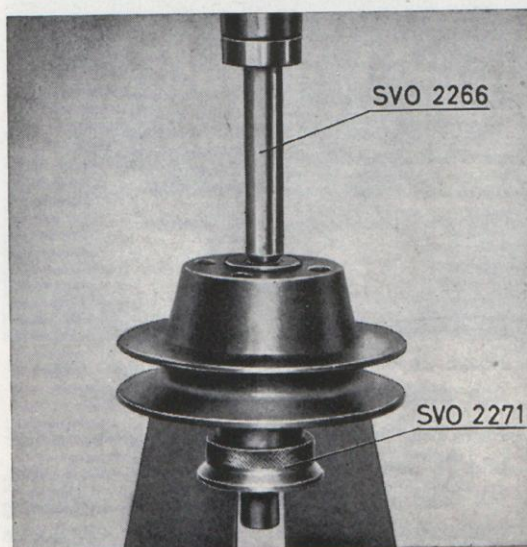

Bild 75. Demontering av remskiva.
3. Tag bort avkastarringen. Placera fixtur SVO 2271 i pressen med den större diametern nedåt. Pressa ned axeln med dorn SVO 2266 genom fixturen varvid remskiva, kullager och distanshylsa blir fria, se bild 75.
2. Sätt på distanshylsan, vänd axeln och pressa på det andra kullagret med fixtur SVO 2271 som underlägg. Kullagret vändes så att den öppna sidan är riktad mot distanshylsan. Fixturen placeras som på bild 75 och pressdornen ansättes direkt mot remskivan men med den tidigare nämnda 7 mm stångbiten mot axeln vid remskiva av långa utförandet. Montera smörjnippeln i huset.